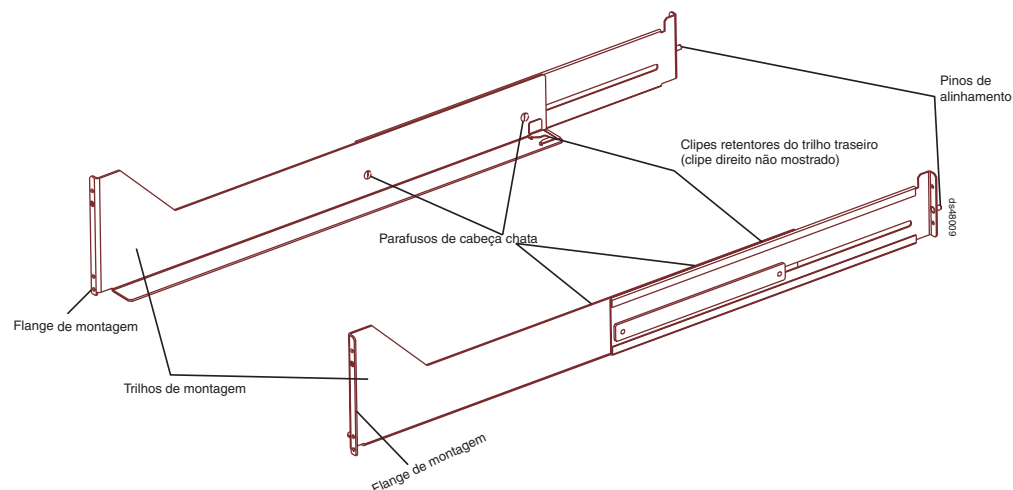

Figura 16. Montagem do Trilho de Suporte do DS5100 ou DS5300
A Figura 16 mostra a montagem do trilho de suporte para o DS5100 ou DS5300.
Nota: Consulte a Figura 16 ao executar essas etapas.
6. Começando com o trilho esquerdo, utilize uma chave de fenda média de cabeça chata para soltar os dois parafusos de cabeça chata para ajuste do trilho. Consulte a Figura 16 na página 43.
Atenção: Ao deslizar o subsistema de armazenamento para dentro do gabinete, verifique se a parte traseira do DS5100 ou DS5300 está presa pelos cliques de segurança localizados na parte traseira de cada trilho. Com os parafusos de trilho M5 apertados sem fixar, é possível fazer pequenos ajustes nos trilhos para assegurar que o subsistema trave nos cliques de segurança. Os cliques de segurança são mostrados na Figura 16 na página 43.